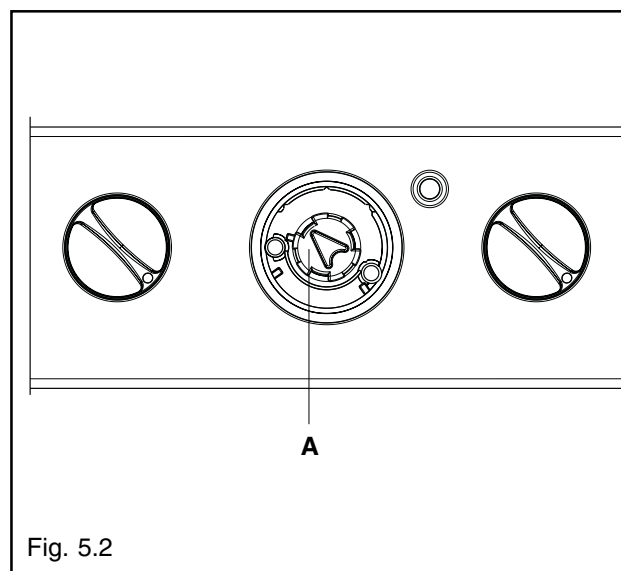

Fig. 5.2
- ruotare la manopola (A) in senso orario fino a giungere a fine corsa, posizione "spazzacamino" (fig. 5.2).